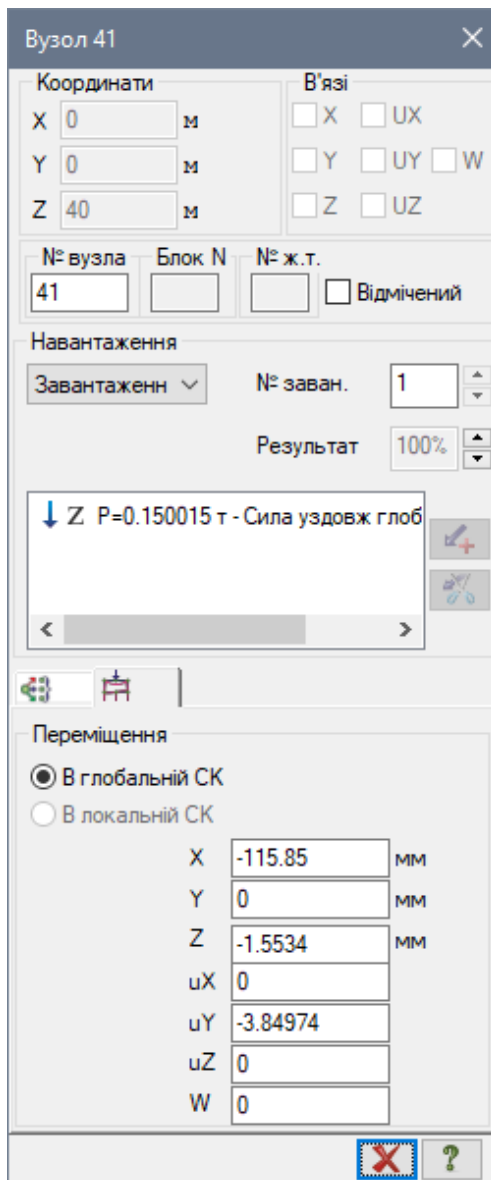

Рис. 8.24. Діалогове вікно **Інформація про вузол № 41**
- Вкажіть курсором на вузол № 41. Відкривається діалогове вікно **Вузол 41** (рис. 8.24), яке містить № вузла, № завантаження і величину навантаження на заданий вузол, значення переміщень вузла в глобальній системі координат.